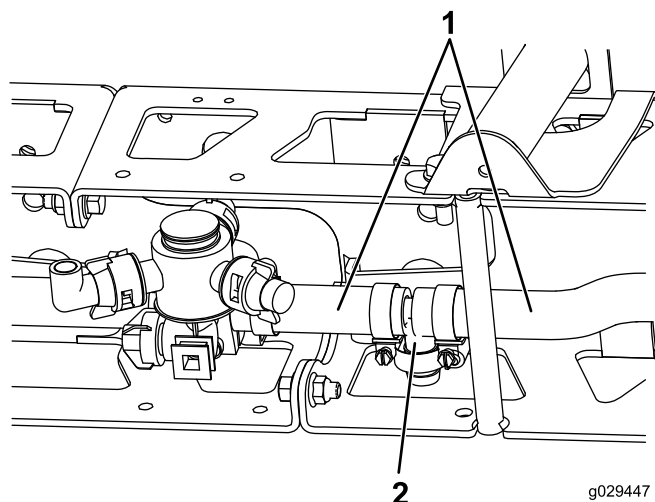

Figura 7
4. Rimuovete il raccordo a T e i flessibili circostanti (Figura 7).